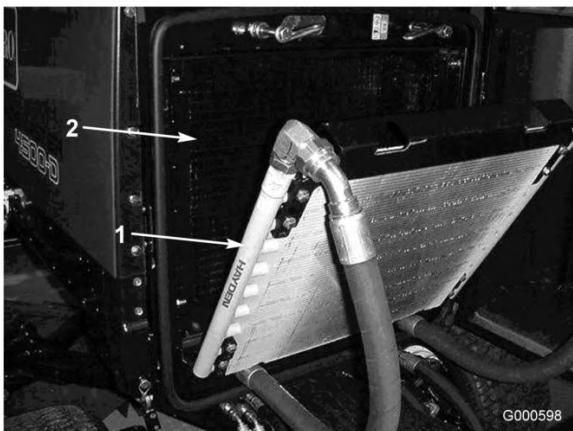

図 52
3. クーラを後ろに傾ける。オイル・クーラとラジエターの裏表を（図 52）圧縮空気で丁寧に清掃する。